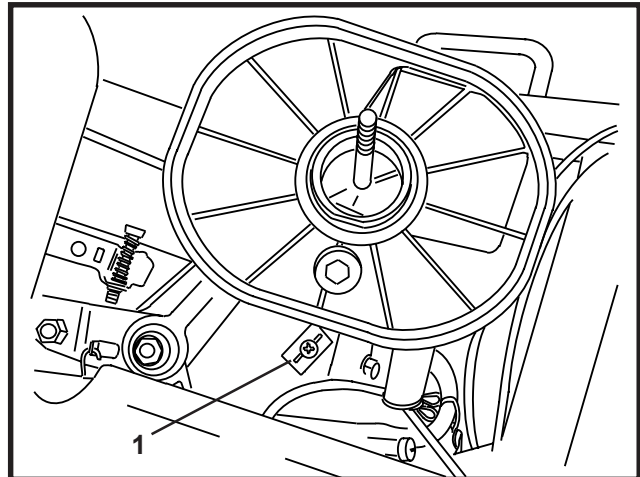

FIGURE 5
1. EPINGLE A CHEVEUX (1)
2. AXE DE CHAPE (1)
- Retirez le filtre à air et le serre-câble double du moteur. Figure 5.